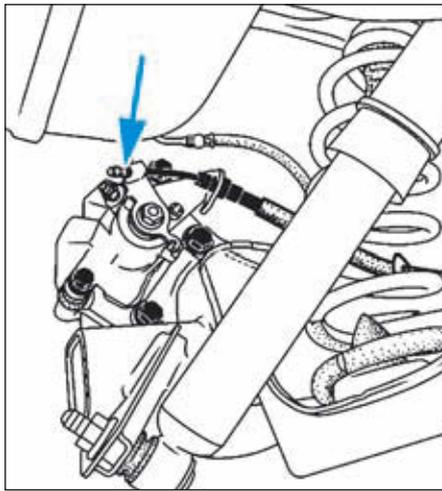

FIG.10
- Dégrafer le câble de frein de stationnement au niveau de chaque étrier (Fig.10).